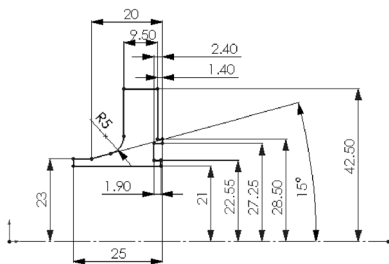

图 7-28 绘制草图并标注尺寸
3) 绘制草图。单击“草图”控制面板中的 (中心线) 按钮, 过坐标原点绘制一条水平中心线作为基体旋转的旋转轴; 然后单击 (直线) 按钮, 绘制接口轮廓草图。单击“草图”控制面板中的“智能尺寸”按钮 , 为草图添加尺寸标注, 如图 7-28 所示。